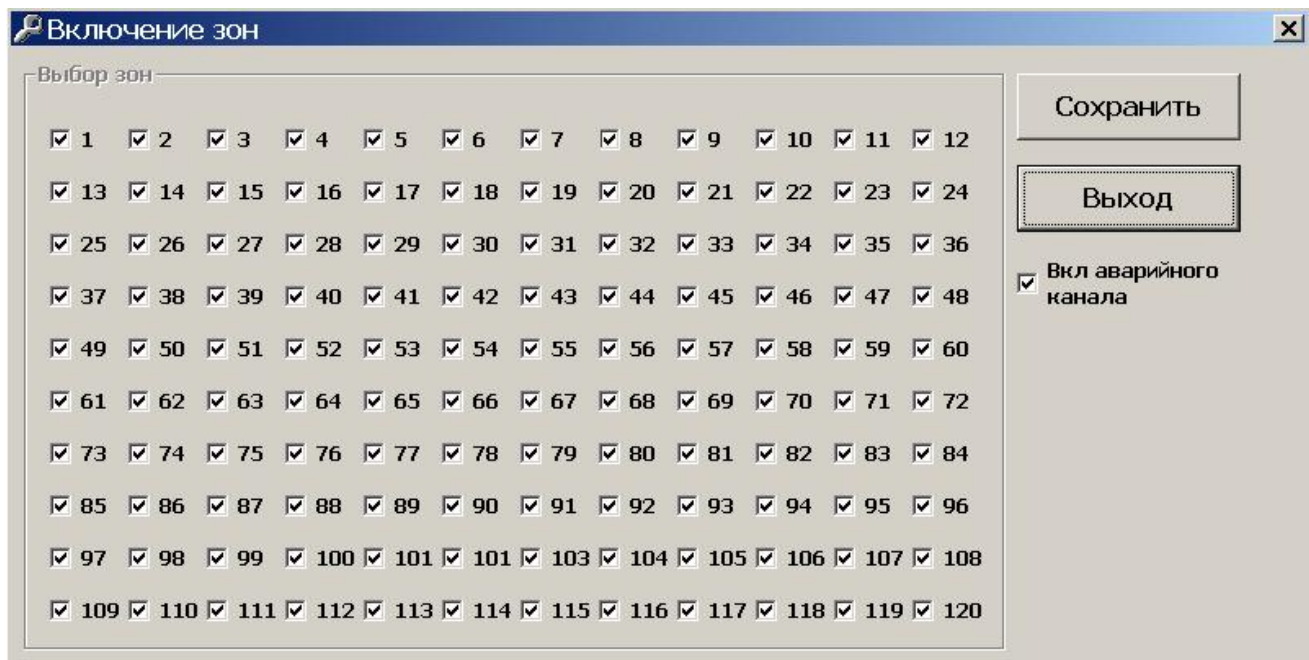

Рис. 5
- 6) Для выбора номеров зон оповещения нажмите кнопку **Зоны**. Загрузится форма рис. 5.